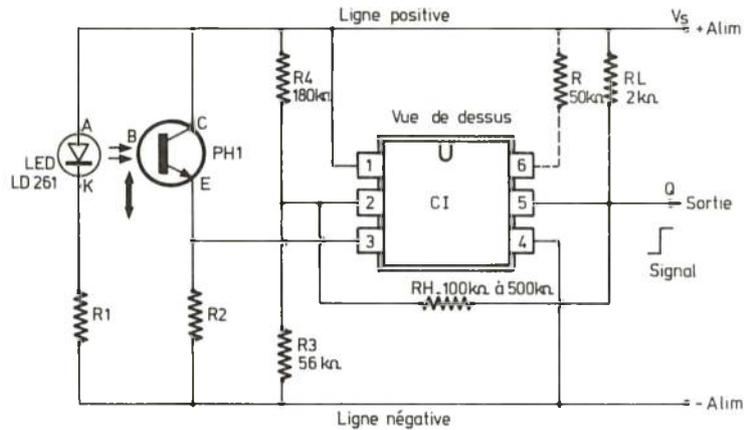

Figure 9
Un exemple de montage utilisant un coupleur optoélectronique réalisé avec des éléments séparés est donnée à la **figure 9** (2).